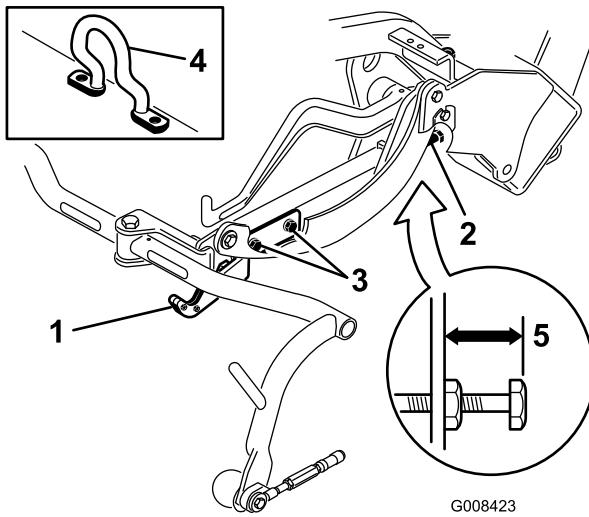
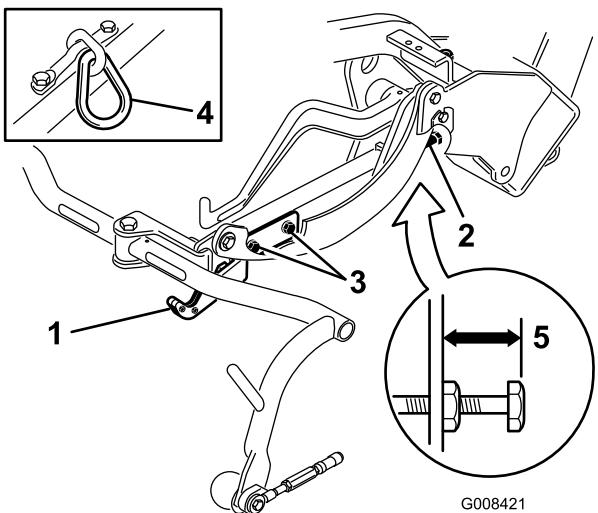
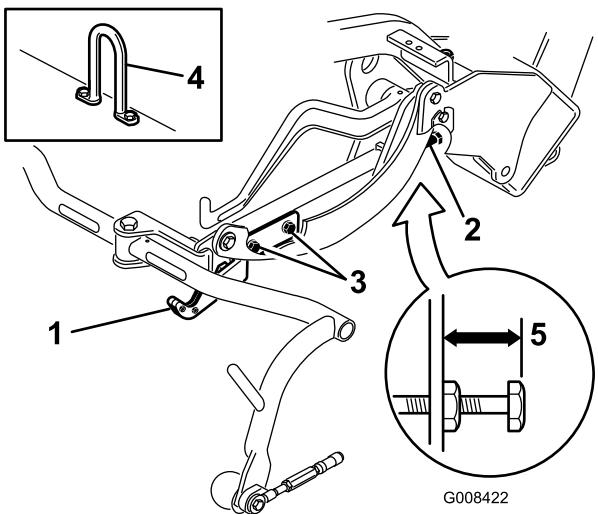

Figure 12
Figure 13
Figure 14
Vérifiez la hauteur de transport (Figure 13 et Figure 14) et ajustez-la au besoin.
2. Sur les plateaux de coupe équipés d'un crochet de levage décentré (Figure 12, détails), vérifiez qu'un espace de 25 mm existe entre le haut de la vis de réglage du bâti porteur et l'arrière du bâti porteur. Si l'espace n'est pas correct, passez à l'opération 4.
- 3. Sur les plateaux de coupe équipés d'un maillon de chaîne ou d'un crochet de levage droit (Figure 13 et Figure 14, détails), vérifiez qu'un espace de 22 mm existe entre le haut de la vis de réglage du bâti porteur et l'arrière du bâti porteur. Si l'espace n'est pas correct, passez à l'opération 4. Si le plateau de coupe est équipé d'un crochet de levage décentré (Figure 12), passez à l'étape suivante.
4. Desserrez les vis de la plaque de transport (Figure 13, Figure 14 et Figure 12).
7. Si les bâts porteurs ne sont pas tous à la même hauteur, desserrez l'écrou de blocage de la vis de réglage sur chaque bâti (Figure 12, Figure 13 et Figure 14). Tournez la vis vers l'extérieur pour éléver le bâti ou vers l'intérieur pour l'abaisser. Serrez l'écrou de blocage une fois la hauteur correcte obtenue.